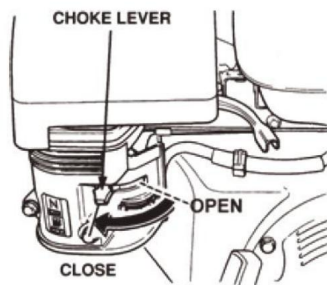

FIG.7
9.3 Coloque la palanca del estrangulador (FIG. 7) en la posición "CERRADO" si inicia un motor frío.
9.7 Si el motor ha arrancado, regrese lentamente la palanca del estrangulador (FIG. 7) a la posición Posición abierta. Si el motor no ha arrancado, repita los pasos 1 a 6.